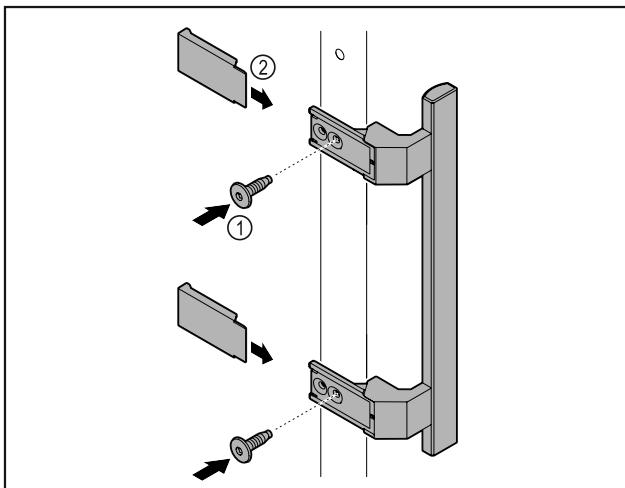

Fig. 7
- Griff aus dem Beipack mit den beiliegenden Schrauben Fig. 7(1) an der Tür anbringen.
- Abdeckung Fig. 7(2) aufsetzen.